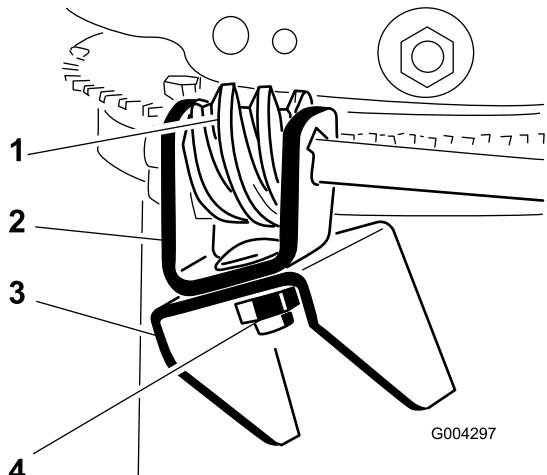

Figura 11
3. Ingrassate la vite senza fine con grasso universale no. 2 (Figura 11).
4. Montate, senza serrarli, il ruotismo a vite senza fine e la staffa sulla flangia di montaggio, utilizzando un bullone, una rondella Belleville e un dado di bloccaggio (Figura 11).
5. Infilate il ruotismo a vite senza fine nei denti dell'anello di fissaggio del camino di scarico, e serrate il dado di bloccaggio (Figura 11).